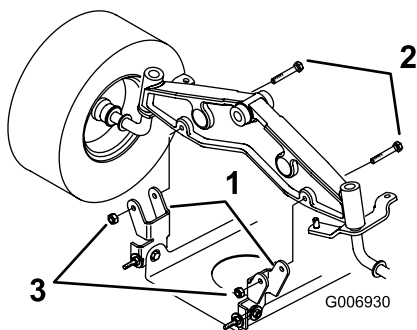

Figura 39
8. Togliete i bulloni e i dadi di bloccaggio, quindi estraete le due staffe di montaggio del perno del tosaerba dall'assale anteriore (Figura 39).